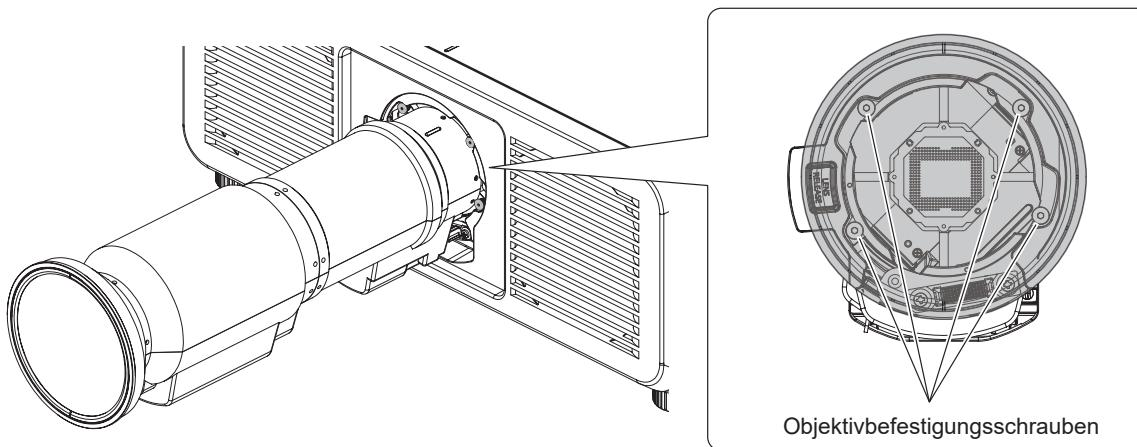

Abb. 1
- 1) Die vier Befestigungsschrauben für das Objektiv mit dem Kugelkopf-Sechskantschlüssel lösen, bis sich die Schrauben frei drehen lassen. (Abb. 1)